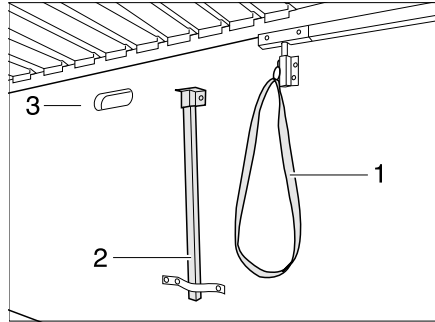

Bild 100 Stütze und Entriegelung
- Stauraumklappe öffnen und Stützfuß (Bild 100,2) unter dem Bett aufklappen.
- An Schlaufe (Bild 100,1) ziehen und Bett (Bild 100,3) nach unten kippen.